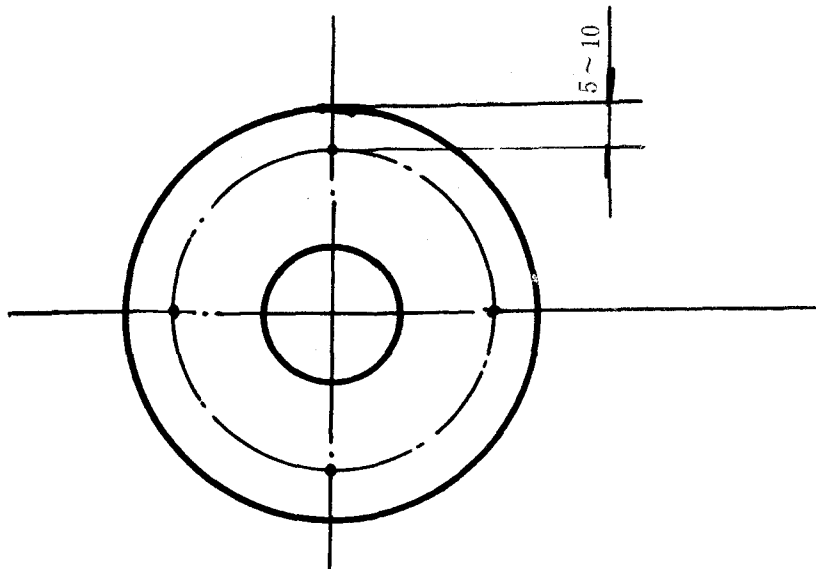

图 2
3.2.2.1 检验方法：对于公差精确到小数点后一位者用精确度为 0.05 mm 游标卡尺或相对量仪测量；对于公差精确到个位数者用钢直尺测量。测量时测取砂轮上任意互相垂直之四点。用游标卡尺和相对量仪测量时，测量位置见图 2。取其偏离基本尺寸最大值为 H 值，按公差要求精确到小数点后一位或个位。